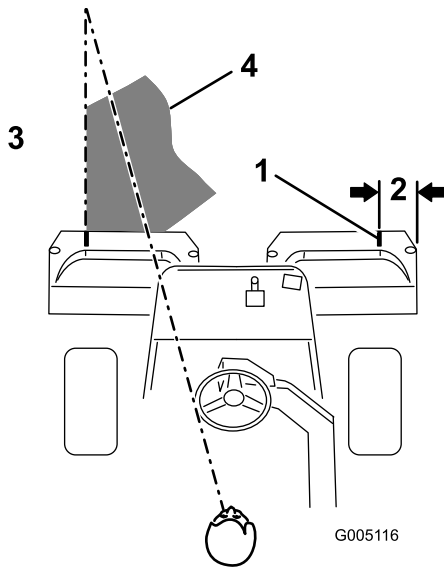

Figure 25
**Remarque:** Pour vous aider à traverser le green en ligne droite et à maintenir la machine à égale distance du bord de la passe précédente, imaginez une ligne de vision imaginaire à environ 1,8 à 3 m en avant de la machine jusqu'au bord de la partie non coupée du green (Figure 25). Faites passer la ligne de vision par le bord extérieur du volant, c.-à-d. de maintenir le bord du volant aligné sur un point se trouvant toujours à la même distance par rapport à l'avant de la machine.